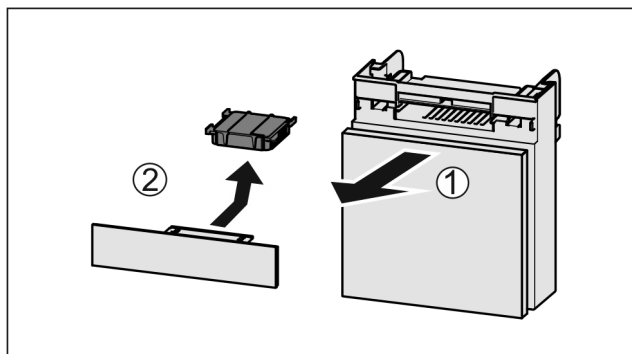

Fig. 182
- Vedä lokero etukautta pois Fig. 182 (1).
- Poista aktiivihiilisuodatin Fig. 182 (2).